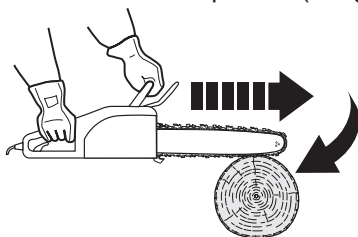

Imagen 26
- > Si la cadena de corte [4] queda trabada por la parte inferior de la espada [5] el producto se impulsa hacia delante alejándolo del operario (imagen 26)